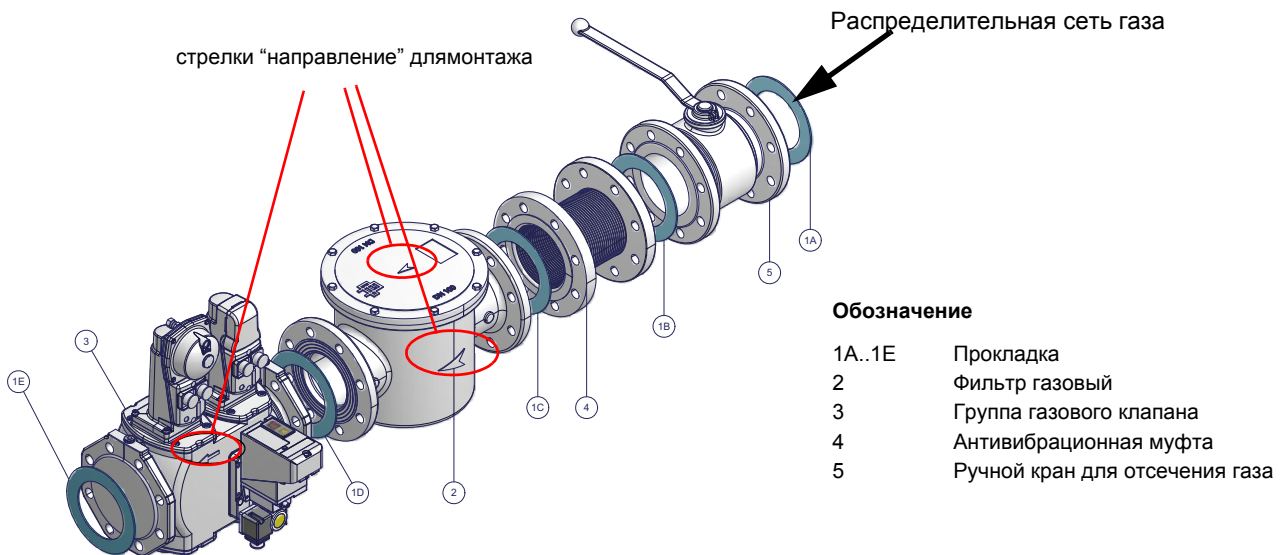

Рис. 4 - Пример газовой рампы
- 1 - б) при фланцевых соединениях: между соседними компонентами устанавливать прокладку (1A..1E - Рис. 4), совместимую с используемым газом,
ВНИМАНИЕ: после монтажа газовой рампы согласно схеме на Рис. 4, необходимо провести тестирование на герметичность газового контура, согласно требований действующих нормативов.
<p>ВНИМАНИЕ: после монтажа газовой рампы согласно схеме на Рис. 4, необходимо провести тестирование на герметичность газового контура, согласно требований действующих нормативов.</p>